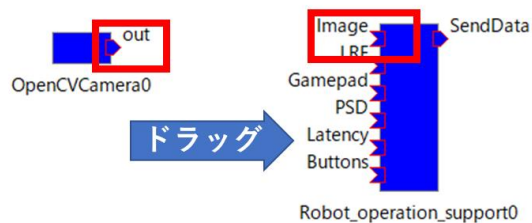
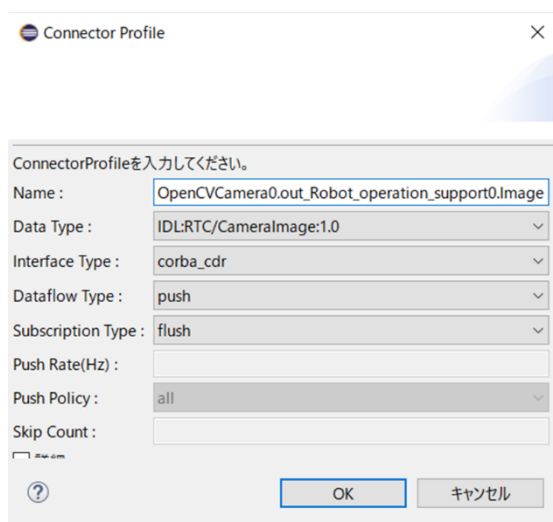

図 4-9 RTC の結線
図 4-10 RTC 結線時に表示されるウィンドウ
11. 図 4-9 のように使用するインポートをクリックし、対応するアウトポートまでドラッグする。図 4-10 のようなウィンドウが表示されるため、OK をクリックすることにより、RTC を結線する。